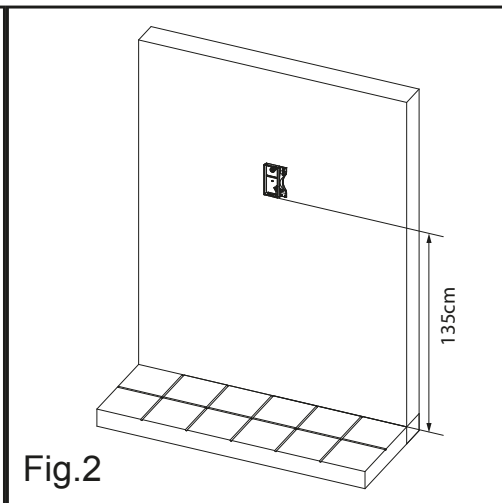
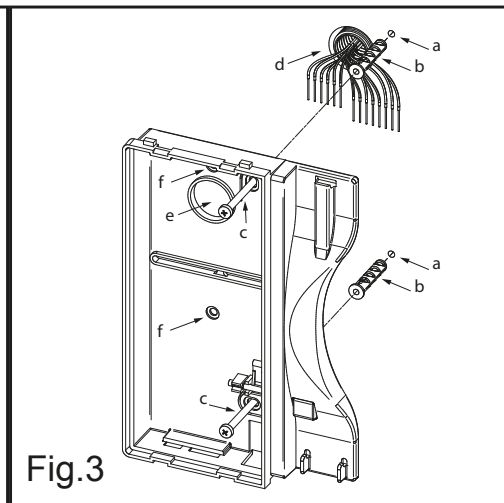

Fig.2
Fig.3
- Appoggiare a parete la base del videocitofono ad una altezza di circa 135cm (Fig.2) dal pavimento finito e prendere i riferimenti per i fori di fissaggio "a" (Fig.3), tenendo presente che i conduttori "d" (Fig.3) devono passare attraverso l'apertura "e" (Fig.3). Se per l'uscita da parete dei conduttori si utilizza la scatola da incasso 503, murare la stessa in posizione verticale lasciando circa 140cm tra la base e il pavimento finito.
- Put the base of the unit on the wall at approx 135cm from the finished floor to mark the points for the fixing holes "a" (figure 2) remembering that the wires "d" (figure 3) must be fed through the hole "e" (figure 3). If you use the flush mounting box 503, embed it into the wall vertically at approx. 140cm from the finished floor and the base.
- Following figure 3, make the holes "a", insert the wall plugs "b" and fix the base with the screws "c" feeding the wires "d" into the hole "e". If you have used the box 503, fix the base to the wall through the holes "f" using the screws "c".